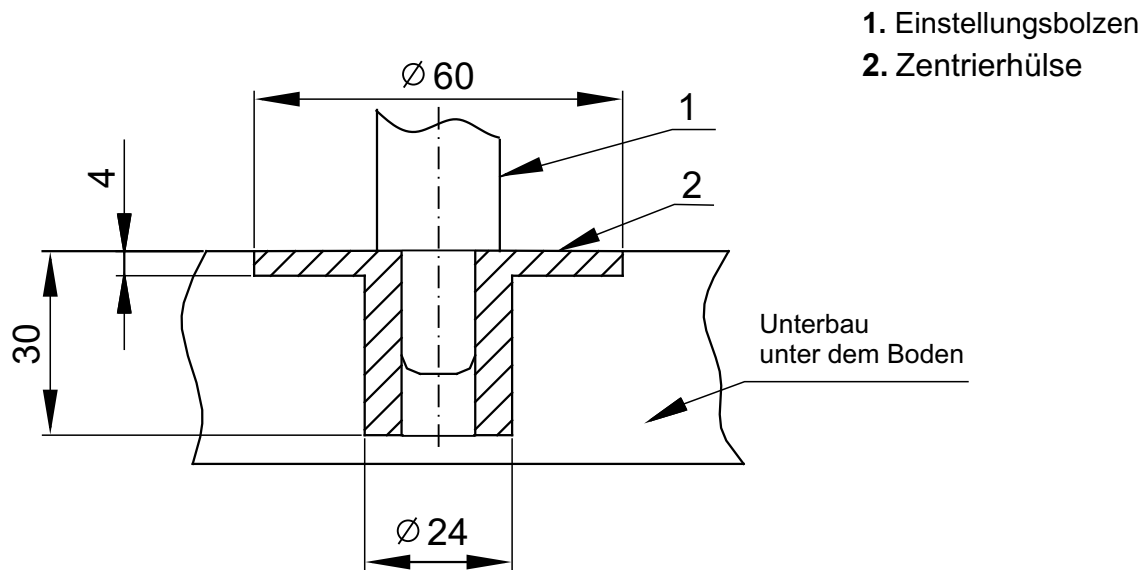

Abb. 4
- 2.7 Schrauben Sie den Verankerungshalter mit Hülsenankern an den Unterboden unter dem Boden (Abb. 4, Pos. 4).
- 3.3 Verbinden Sie das hintere Ende des Ständers der Anlage (Abb. 4, Pos. 1) mit dem Verankerungshalter in der hinteren Hülse (Abb. 4, Pos. 4) mittels Karabiner (Abb. 4, Pos. 2) und Spannschraube (Abb. 4, Pos. 3);
- 3.4 Drehen Sie die Spannschraube (Abb. 4, Pos. 3), bis es kein Spiel mehr gibt;
- 5.3 Lockern Sie die Spannschraube (Abb. 4, Pos. 3);
- 5.4 Lösen das hintere Ende des Ständers der Anlage vom Verankerungshalter in der hinteren Hülse (Abb. 4, Pos. 4);